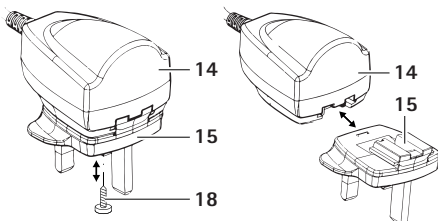

Fig. 3
- Desfaceți șurubul de fixare **18** din adaptor **15**, vezi Fig. 3.
- Împingeți adaptorul **15** pe alimentator **14** până se fixează elementul de blocare **16**, vezi Fig. 3.